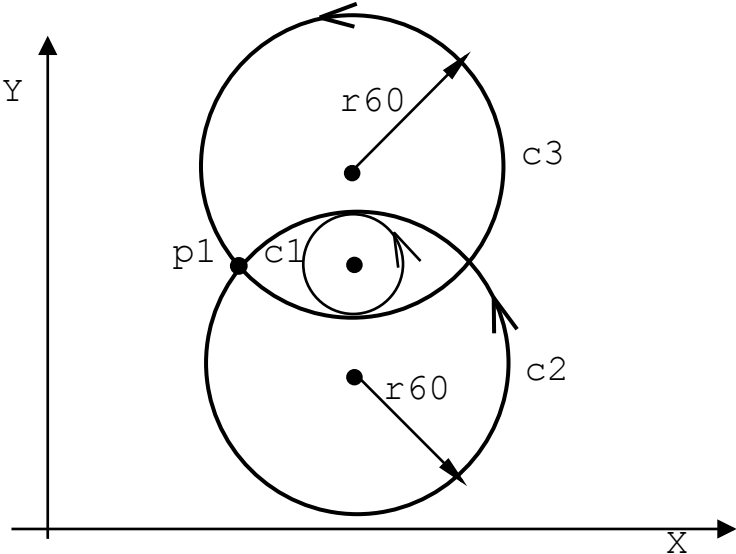

Рисунок 2.92
- окружность с данным радиусом, проходящая через одну предопределённую точку, и касательная к предопределённой окружности (рисунок 2.92):